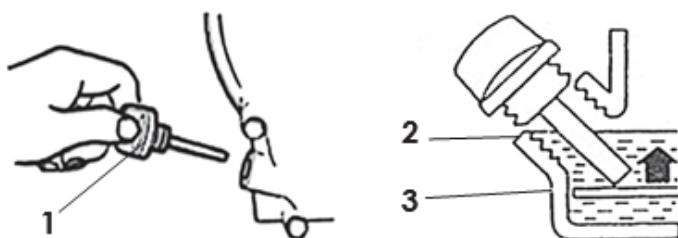

Рис.4 1 - Пробка-щуп маслозаливной горловины; 2 - Максимальный уровень масла; 3 - Минимальный уровень масла.
Выкрутите пробку-щуп (рис.4 поз.1) из маслозаливной горловины и залейте в картер масло необходимой марки до нижнего края горловины, как показано на рис.4. Вставьте сухой чистый щуп в горловину картера и выньте его. Проверьте уровень масла: граница смоченной области щупа должна располагаться между отметками минимального (рис.4 поз.3) и максимального (рис.4 поз.2) уровней.
- на прогретом до рабочей температуры двигателе открутите пробку-щуп маслозаливной/маслосливной горловины (рис.4 поз.1);
- залейте масло в горловину до нижнего края заливного отверстия (см. рис.4).